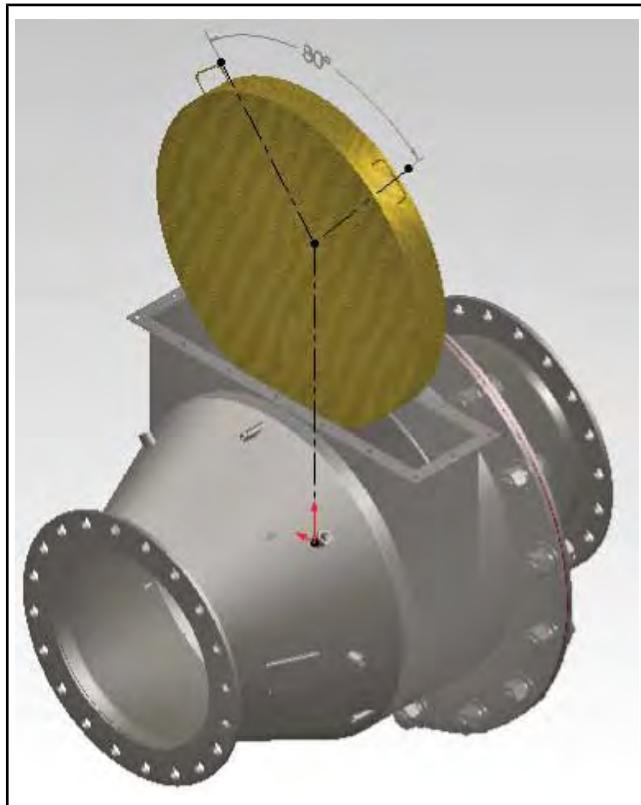

Рисунок 15.10-7: Извлеките оставшийся элемент
10. Извлеките оставшийся элемент (см. Рисунок 15.10-7).